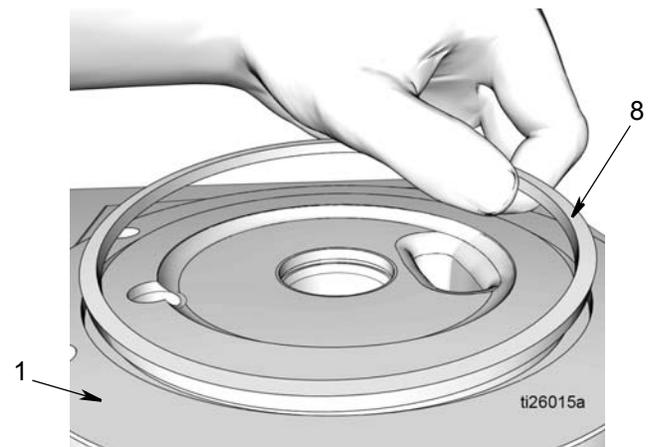

FIG. 29
21. Saque la junta tórica cuadrada (8) de la base de la bomba (1) (FIG. 29). Deseche la junta tórica según la normativa para una eliminación adecuada